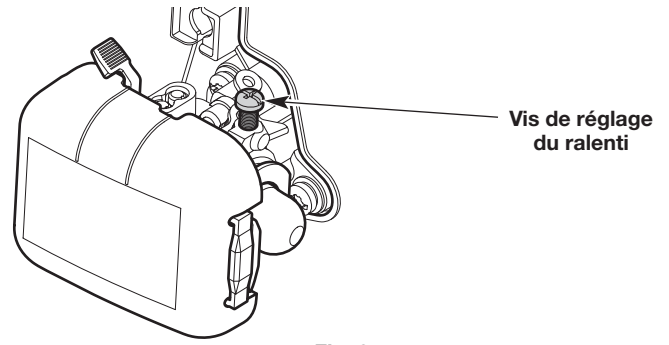

Fig. 8
2. Relâchez la manette des gaz et laissez le moteur tourner au ralenti. Si le moteur s'arrête, augmentez le régime de ralenti. Utilisez un petit tournevis cruciforme pour tourner la vis de ralenti vers la droite, de 1/8 de tour à la fois, et ce, jusqu'à ce que le moteur tourne bien au ralenti (Fig. 8).